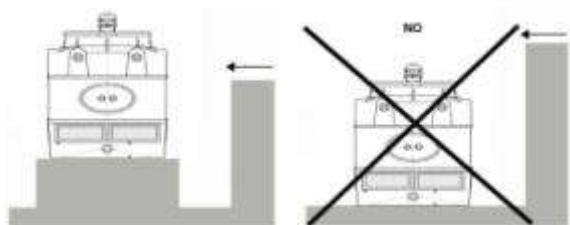

Fig. 21
- e) In case of existing obstacles close to the tower and higher than it, it will be necessary to install the tower in a higher position in order to get an air exit at the same height, at least, than the obstacle, especially in case the predominant air direction will be as indicated in Fig 21.
- e) S'il y a des obstacles à proximité plus hauts que la tour, hisser celle-ci pour que la décharge de l'air atteigne au moins la hauteur de l'obstacle, surtout dans le cas où la direction prédominante de l'air soit celle indiquée sur la figure 21.